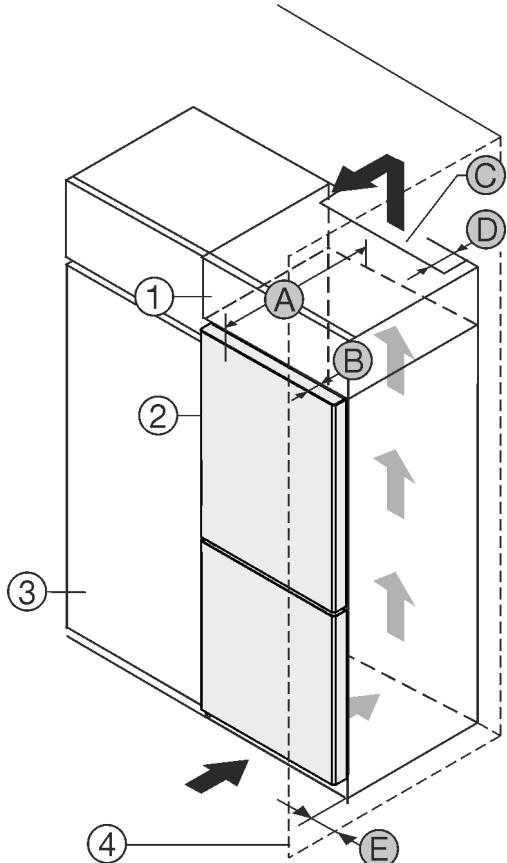

Fig. 1
- (A) Adâncime aparat***
Puteți amplasa aparatul direct lângă dulapul de bucătărie Fig. 1 (3).*
În partea din spate a dulapului suspendat trebuie să existe o fântă de aerisire cu grosimea Fig. 1 (D) pe toată lățimea dulapului suspendat.*
Sub tavanul încăperii trebuie să fie respectată secțiunea de ventilație Fig. 1 (C).*
Atunci când montați aparatul cu balamalele lângă un perete Fig. 1 (4), distanța dintre aparat și perete trebuie să fie de minim 13 mm.*
Atunci când montați aparatul cu balamalele lângă un perete Fig. 1 (4), distanța dintre aparat și perete trebuie să fie de minim 20 mm.*
Astfel încât să puteți deschide complet ușa, aparatul trebuie să fie proeminent cu cel puțin adâncimea ușii Fig. 1 (B) față de suprafața frontală a dulapului de bucătărie. În funcție de adâncimea dulapurilor de bucătărie Fig. 1 (3) și utilizarea distanțierelor de perete, aparatul poate ieși mai mult în afară.*